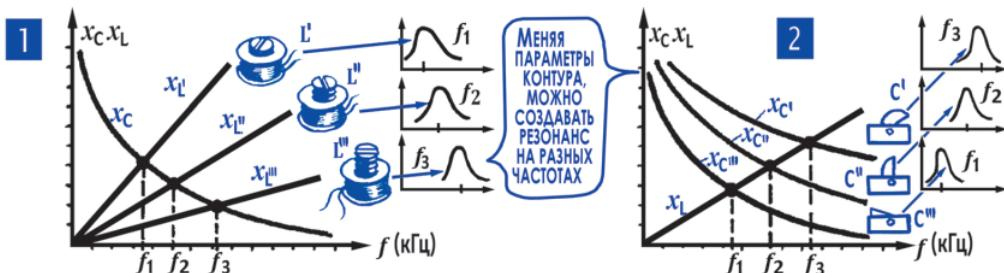

Рис. 6.19. Расчет колебательного контура (продолжение)
Подводя предварительный итог знакомства с резонансным фильтром, с контуром, сформулируем главные его особенности. Во-первых, из многих переменных токов с разными частотами контур умеет выбирать ток определенной частоты; во-вторых, изменения  $L$  или  $C$  контура, можно добиться, чтобы из сложного аккорда извлекался ток (напряжение) нужной нам частоты (рис. 6.19).
**Примечание редактора.** Колебательный LC-контур в течение многих десятилетий, с возникновения первых радиостанций в начале XX века и до окончательной победы интегральной микроэлектроники в 1980–1990-е годы, был одним из важнейших узлов электронной аппаратуры – в любом радиоприемнике или телевизоре можно было найти не один колебательный контур, часто с переменным конденсатором (рис. 6.19; 2) или катушкой с подстраиваемым сердечником. Однако реальные катушки индуктивности гораздо дальше от идеального чисто индуктивного сопротивления, чем конденсаторы – от идеального емкостного, а резисторы – от идеального активного (резистивного). Намотать катушку индуктивности так, чтобы свести к достаточному минимуму паразитную межвитковую емкость и активное сопротивление провода, в малых габаритах не получается. К тому же процесс намотки катушек (особенно с замкнутым сердечником) крайне нетехнологичен и плохо совместим с современными автоматизированными линиями.